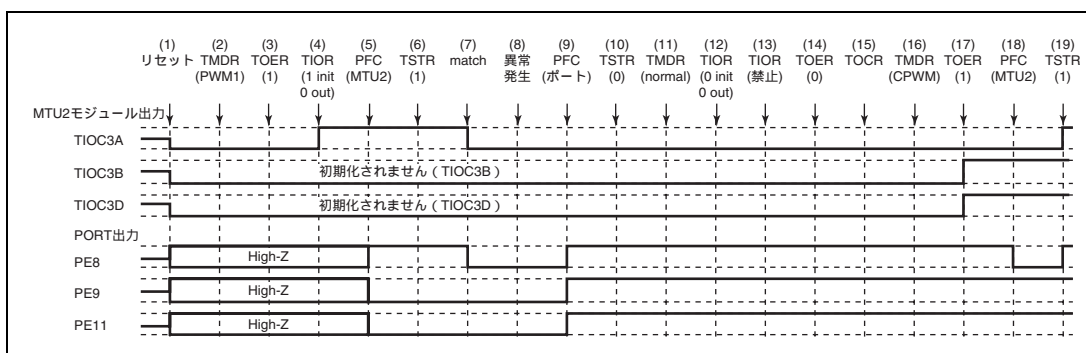

図 11.125 PWM モード 1 で異常が発生し、相補 PWM モードで復帰する場合
PWM モード 1 で異常が発生し、再設定後相補 PWM モードで再スタートする場合の説明図を図 11.125 に示します。
(1) ~ (14) は図 11.125 と共通です。
(15) TOCR でリセット同期 PWM の出力レベルと周期出力の許可禁止を選択してください。
(16) リセット同期 PWM を設定します。
(17) TOER でチャンネル 3、4 の出力を許可してください。
(18) 汎用入出力ポートで本モジュール出力としてください。
(19) TSTR で再スタートします。